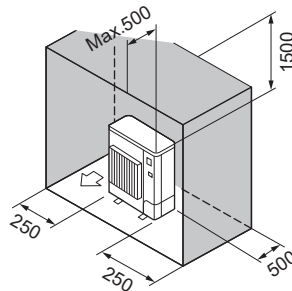

Fig. 2-12
- (6) Enbart hinder på framsidan och sidorna (Fig. 2-12)